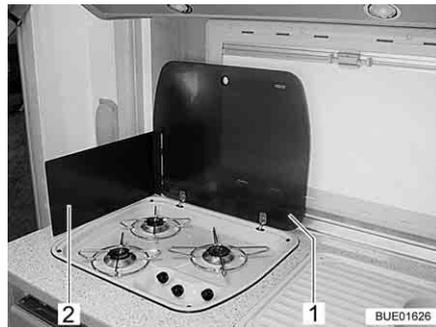

Fig. 215 Fornello a gas
- Aprire la copertura del fornello a gas (Fig. 215,1).
- A seconda del modello, alzare o posizionare il proteggifiamma (Fig. 215,2).